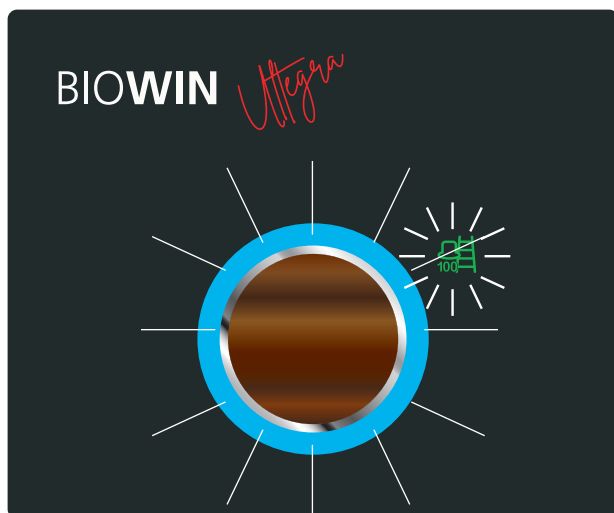

Fig. 18
- Ruotare il pulsante myMagic sul simbolo Spazzacamino 100 %  e premere brevemente. Il simbolo spazzacamino 100 %  e l'anello colorato (colore a seconda della fase di funzionamento – punto 8.2) ampeggiano – Fig. 18. La caldaia viene fatta funzionare con portata al 100 % e viene preparata per la misurazione. La temperatura della caldaia viene regolata a circa 60 °C per 120 minuti.